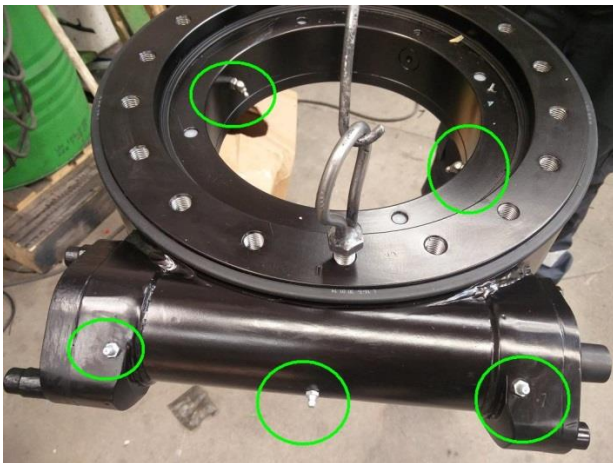

Figure 15 : Graissage de la couronne de pivotement
La couronne de pivotement de la nacelle doit être lubrifiée tous les mois selon le calendrier de maintenance. Il est important de noter que la couronne de pivotement possède cinq (5) points de graissage distincts (Figure 15) qui doivent tous être lubrifiés individuellement. Les buses de graissage sur l'extérieur de la couronne de pivotement sont accouplées au réducteur et à ses roulements. Deux (2) buses de graissage à l'intérieur de la couronne de pivotement sont accouplées aux roulements à billes de la couronne. La façon la plus facile d'appliquer la graisse sur ces deux buses revient à utiliser la trappe d'entretien située au bas du châssis.